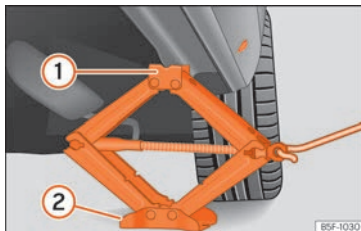

Abb. 40 Längsholm: Wagenheber ansetzen.
- Drehen Sie die Kurbel des unter dem Aufnahmepunkt des Längsträgers befindlichen Wagenhebers*, bis sich die Nase (1) » » **Abb. 40** unter der vorgesehenen Einföhrung befindet.
- Richten Sie den Wagenheber* so aus, dass sein Aufnahmehorn (1) in die dafür vorgesehene Aufnahme am Längsträger „greift“ und die bewegliche Grundplatte (2) plan auf dem Boden aufliegt. Die Bodenplatte (2) muss sich